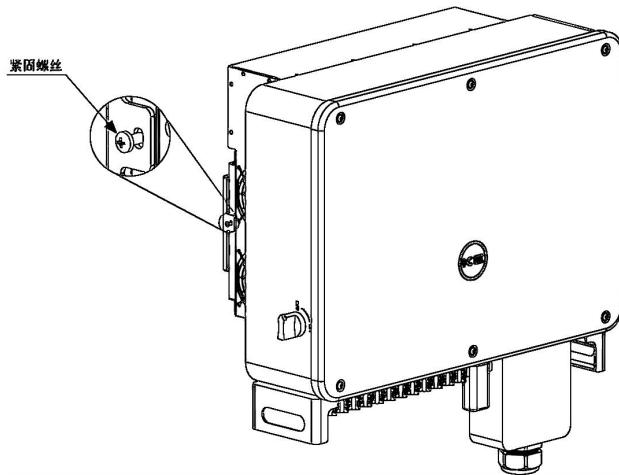

图 2.8 固定逆变器
5. 使用配件中的紧固螺丝将逆变器两侧固定在背挂板上（如图 2.8）。